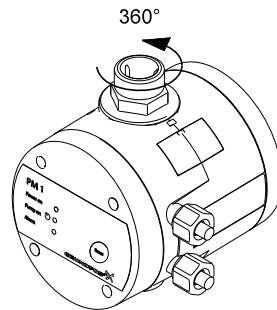

Fig. 1 Vridbar utloppsanslutning
Se fig. 1.
2. Utför elanslutningarna enligt fig. 1 eller 2, sid. 151, beroende på motortyp.